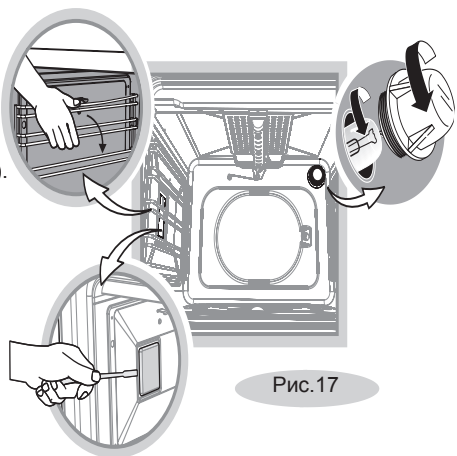

Рис. 17
- Откройте стеклянный плафон (рис. 17).
- Плафон боковой подсветки, при наличии, снимается с небольшим усилием. (рис. 17).